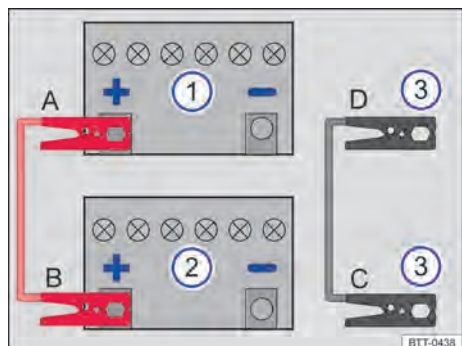

Fig. 258 Esquema para a conexão dos cabos auxiliares de partida no veículo que presta auxílio à partida.
Legenda para Fig. 258:
Conectar o cabo auxiliar de partida somente na sequência **A – B – C – D** ⇒ Fig. 258.
- Conectar uma extremidade do cabo auxiliar de partida *vermelho* ao polo positivo (+) do veículo com a bateria do veículo 12 V descarregada ⇒ Fig. 258 ① ⇒ .
- Conectar a outra extremidade do cabo auxiliar de partida *vermelho* ao polo positivo (+) da bateria do veículo 12 V fornecedora de corrente ⇒ Fig. 258 ②.
- Conectar uma extremidade do cabo auxiliar de partida *preto* ⇒ Fig. 258 ③, de preferência, num ponto de auxílio à partida (ponto de aterramento), ou então, na argola de reboque dianteira roscada, conectar uma peça metálica maciça firmemente aparafusada com o bloco do motor ou no próprio bloco do motor.
- Conectar a outra extremidade do cabo auxiliar de partida *preto* ⇒ Fig. 258 ③ no veículo com a bateria 12 V descarregada preferivelmente a um ponto de auxílio à partida (ponto de aterramento), ou à argola de reboque ⇒ Página 442 dianteira parafusada, à uma peça maciça de metal parafusada firmemente com o bloco do motor ou ao próprio bloco do motor ⇒ .
- Desconectar o cabo auxiliar de partida com o motor em funcionamento somente na sequência **D – C – B – A** ⇒ Fig. 258.